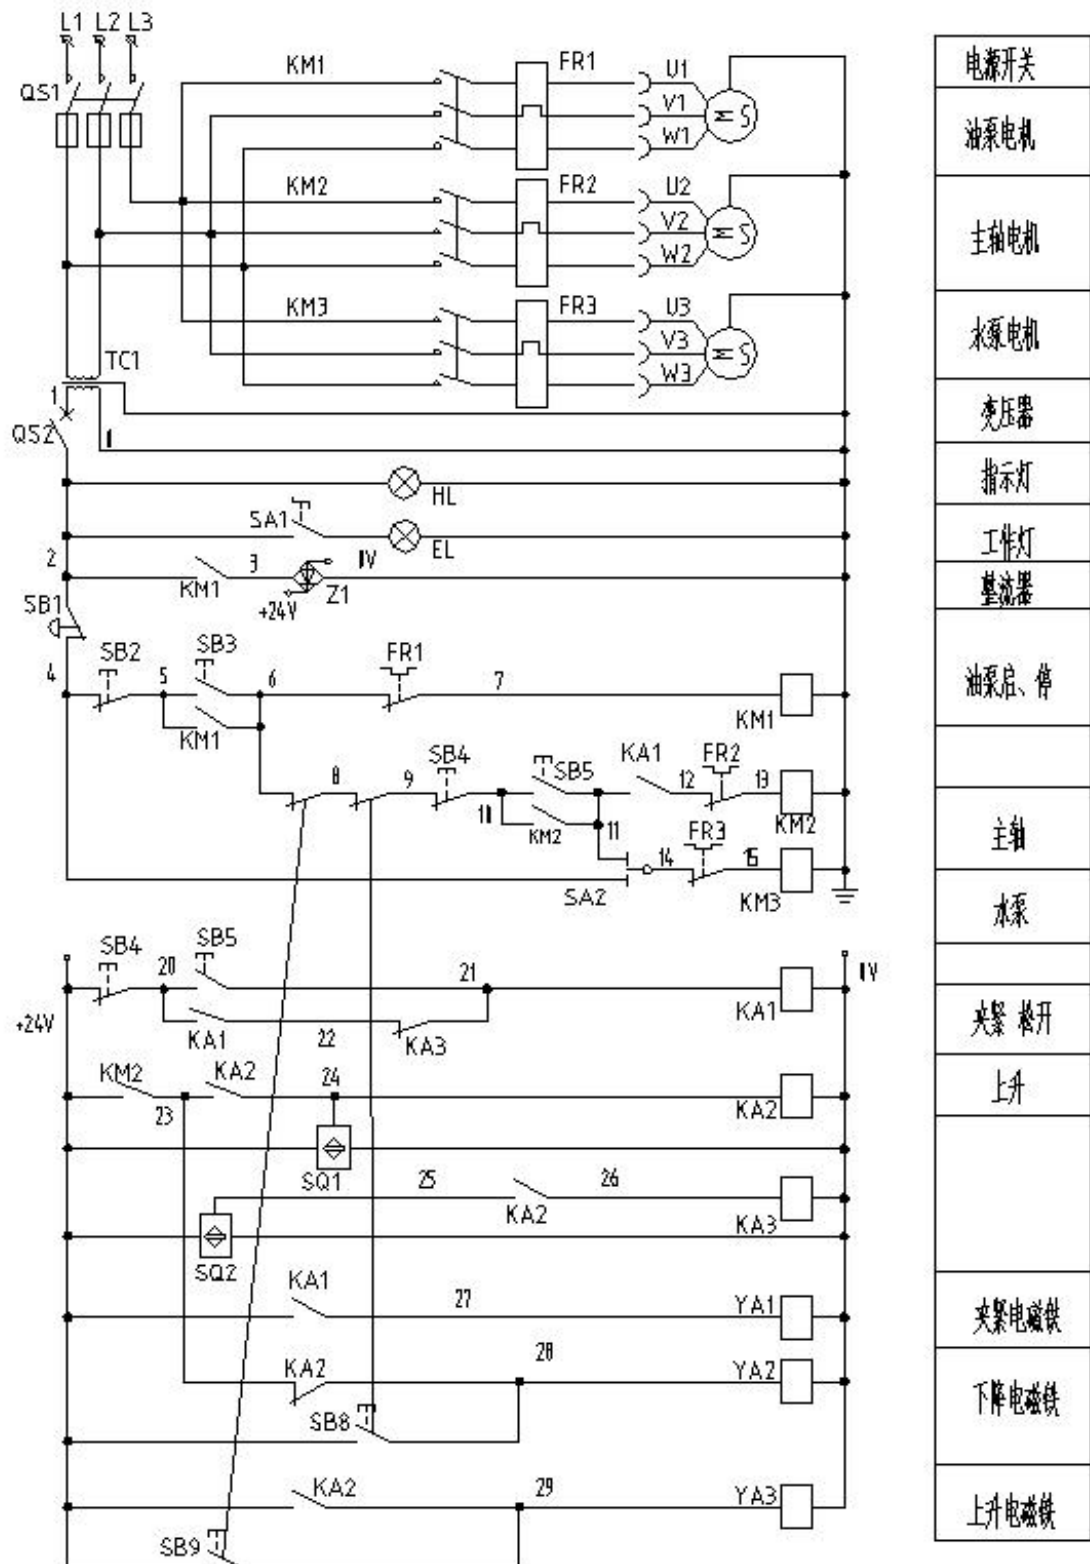

图 15 电气控制原理图
闭合电源（QS1）和（QS2）后，信号灯（EL）亮。在急停按钮（SB1）闭合的情况下可以对机床进行操作。首先是按“液压启动”（SB3）按钮，按钮上的绿色指示灯亮说明油泵已启动。按下“液压停止”（SB2）可以对油泵停止。在“液压启动”的前提下，按下“夹紧”（SB5）按钮，对工件夹紧方可工作，按“松开”（SB4）按钮，可松开工件。在工件夹紧的情况下，按“工作”（SB7）按钮，油缸使传动机架向前运动，主电机工作带动钻头转动，传动机架前进一段行程后，调速阀碰块与液压行程调速阀接触，使传动机架运动由快速向前运动转为慢速向前运动，钻头开始切削，进入切削状态，通过旋转液压行程调速阀旋钮，可以改变前进速度快慢，移动液压速度碰块位置可以改变传动机架快进工进的行程，当钻头切削结束时：行程后限位调节块碰到行程开关，机头反向后退，当行程前限位调节块碰到接近开关时，机头停止后退，移动行程前/后限位调节块，可以改变机头前进/后退位置。旋转节流阀旋钮，可以调节机头前进速度。（见 P14 图 15）
2. 电气控制原理图，见图 15。